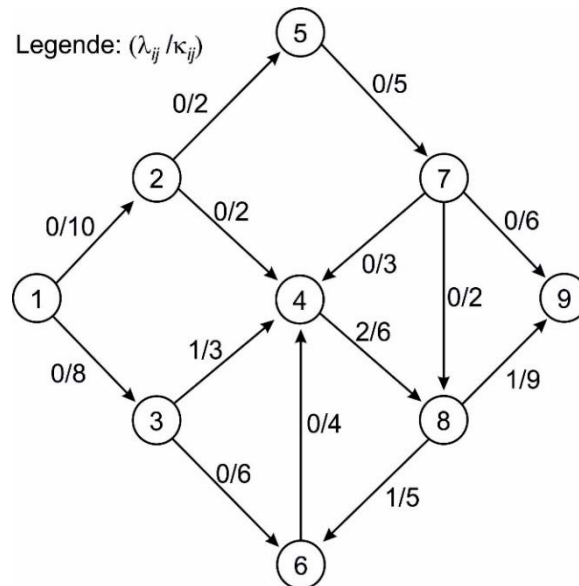

Abbildung 2: Abwassernetzwerk
Die Kanalisation im Hagener Universitätsviertel soll überprüft und gegebenenfalls erweitert werden. Bezogen auf die Durchleitungspunkte 1 bis 9 mit dem zugehörigen Netzwerk in Abbildung 2 wird festgestellt, dass 3 m^3 pro Minute am Messpunkt 1 eingeleitet werden, die sich wie folgt im Netzwerk verteilen (Angaben: $\langle i, j \rangle (\phi_{ij})$): $\langle 1,3 \rangle (3)$; $\langle 3,4 \rangle (3)$; $\langle 4,8 \rangle (5)$; $\langle 6,4 \rangle (2)$; $\langle 8,6 \rangle (2)$; $\langle 8,9 \rangle (3)$; auf allen übrigen Verbindungen ist die Flussstärke gleich Null.